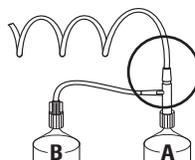

Figura 9 - 5: Conector T
NOTA: Se um tubo de conexão com conector T for usado, primeiro conecte a parte reta à seringa de contraste (A) e depois a extensão à seringa de solução salina (B). Consulte Figura 9 - 5: Conector T.